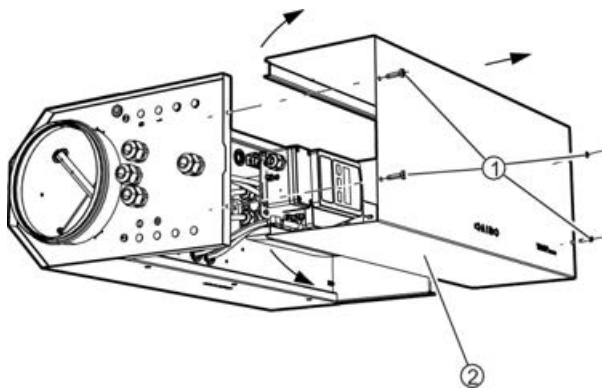

Fig. 10 : Ouverture du boîtier
1. ▶ Dévisser et retirer 4 vis (Fig. 10 /1) à l'aide d'un tournevis cruciforme.
Presser les deux parties latérales (Fig. 10 /2) du couvercle pour les faire légèrement sortir à l'aide d'un tournevis.
3. ▶ Fixer et serrer avec 4 vis (Fig. 10 /1) à l'aide d'un tournevis cruciforme.